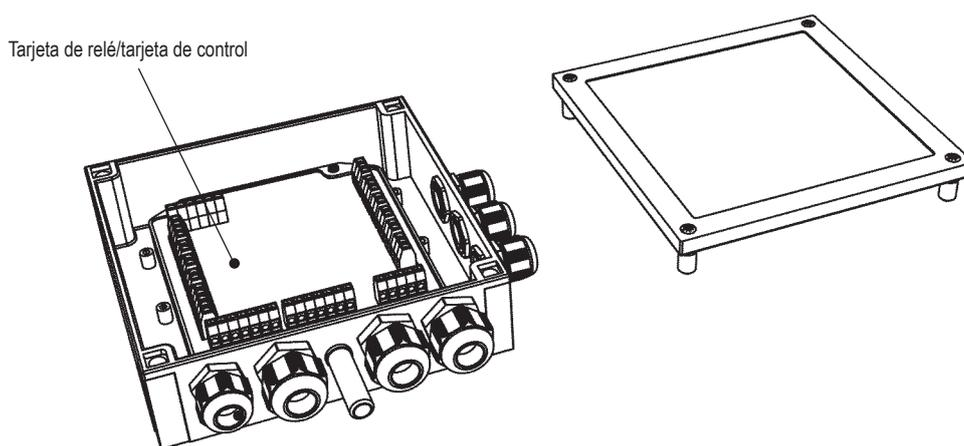

Figura 70. Unidad de conexión
1. Desmonte la tapa de la unidad de conexión, está montada con cuatro tornillos, véase Figura 70.
2. Monte la tapa de la unidad de conexión, véase Figura 70.